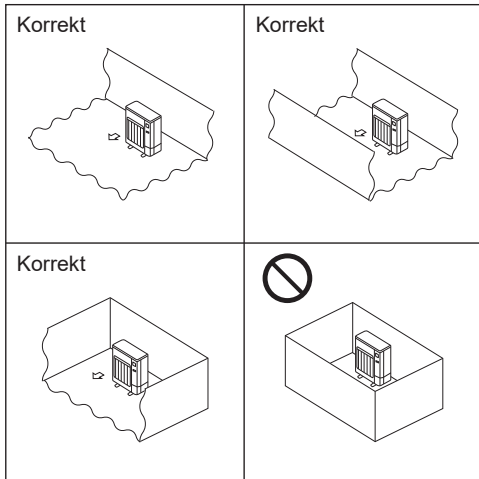

Fig. 2-2
- Monter utendørsenheten på et sted der minst én av fire sider er åpne, og i et tilstrekkelig stort område uten fordypninger. (Fig. 2-2)